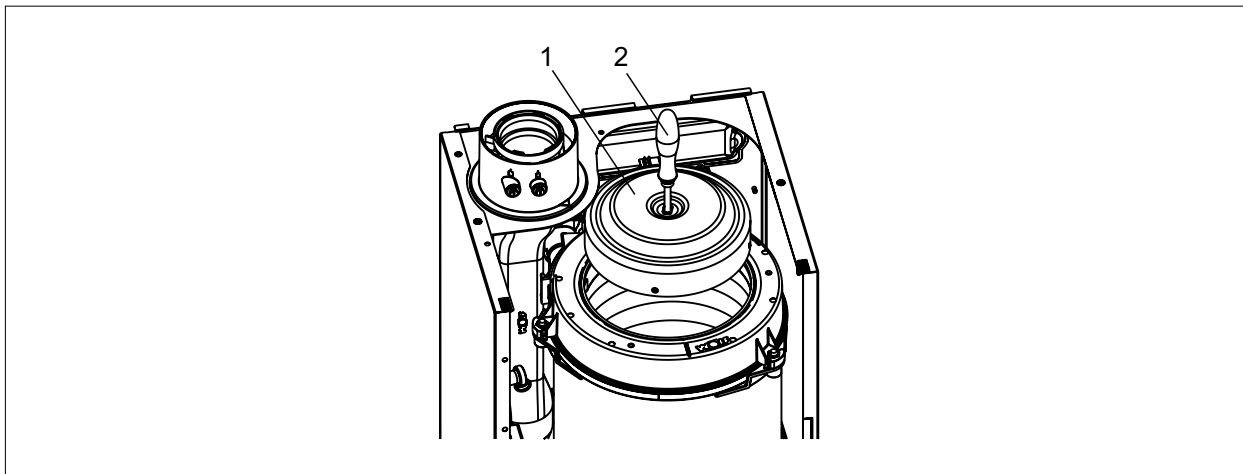

Fig. 6.8 Desmontar la parte inferior del retenedor de humos
- ▶ Colocar la parte inferior del retenedor de humos (1) con mango del cepillo de limpieza en la cámara de combustión (Fig. 6.8).
- ▶ Colocar y encajar el anillo aislante (2).
- ▶ Engrasar el tornillo (3) en la parte superior de la cámara de combustión (4) con grasa de alta temperatura.
- ▶ Enroscar manualmente el tornillo(5) del retenedor de humos (4Nm) y desplazar el retenedor de humos hacia abajo.